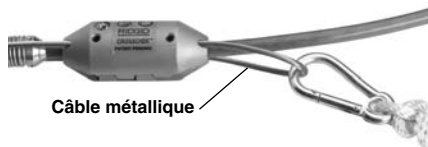

Figure 8 – Corde attachée
6. Attachez la corde au mousqueton, puis engagez le mousqueton sur la boucle du câble métallique comme indiqué à la Figure 8.